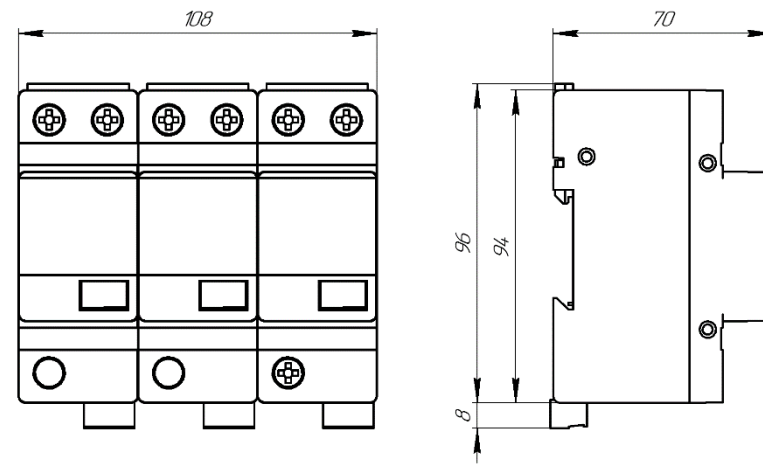
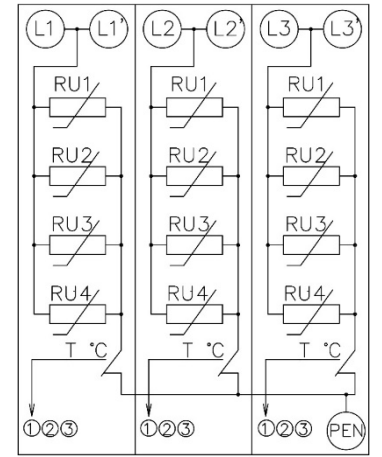

Рисунок 1 - Габаритные размеры УЗПИ с диагностическими контактами
Рисунок 2 - Принципиальная электрическая схема УЗПИ с диагностическими контактами
1.4.4 Габаритные размеры УЗПИ с наличием диагностических контактов представлены на рис. 1. Принципиальная электрическая схема данных УЗПИ представлена на рис. 2.